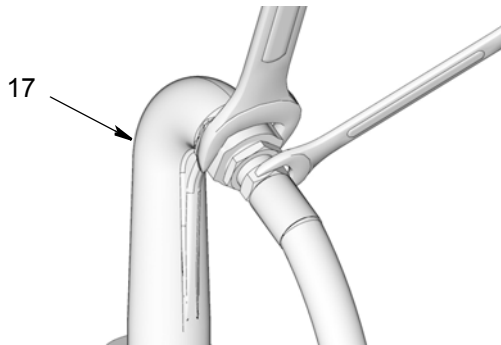

FIG. 35
5. Fixez l'extrémité du flexible sur la sortie (17) à l'aide de deux clés placées sur les méplats, en les tournant dans des sens opposés, pour serrer fermement le flexible sur le raccord de sortie (FIG. 35).